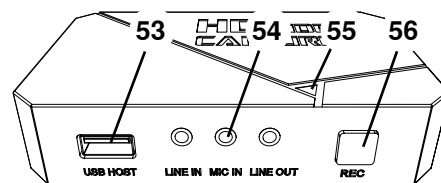

図35
⇒HDMIビデオレコーダーのRECボタン（56、図35）を押します。
- ◆シグナルLED（55、図35）が赤に変わります。
⇒ヘッドセットのマイクロフォンのケーブルのプラグ（ピンク色のプラグ）をMIC IN接続端子（54、図35）（ピンク色の印）に差し込んでください。